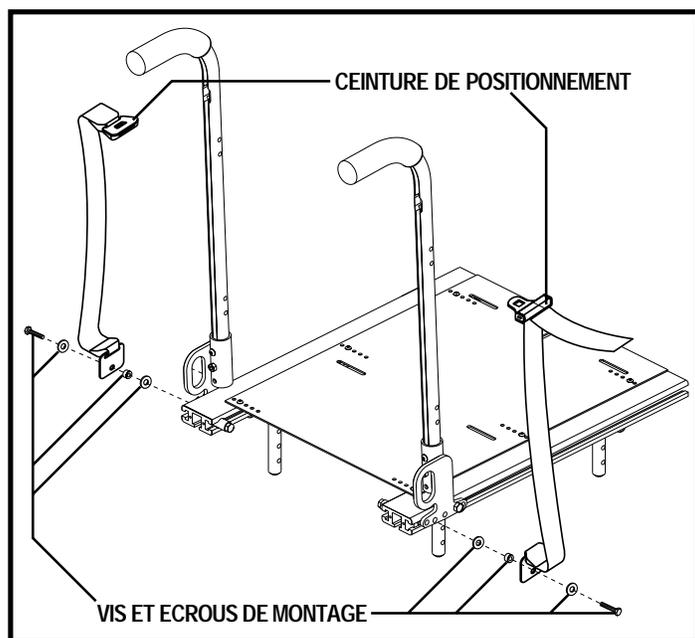

Figure 28. Ceinture de positionnement (Siège spécialisé)
Votre fauteuil motorisé peut être équipé d'une ceinture de positionnement de type automobile réglable pour un meilleur confort. La ceinture de positionnement, réglable, a été conçue pour soutenir et empêcher tout glissement vers le bas ou vers l'avant une fois assis. La ceinture de positionnement n'a pas été conçue pour être utilisée comme ceinture de sécurité. Voir la figure 28 ou 29.
1. Installez les vis et écrous fournis de chaque côté du siège. Voir la figure 28.